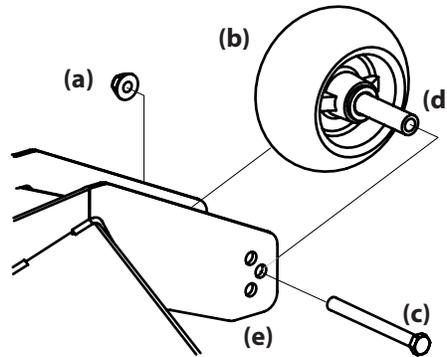

Figura 4-10
2. Retire la tuerca de seguridad (a) que fija uno de los tornillos hexagonales (c) de las ruedas de calibración delanteras (b) a la plataforma. Retire la rueda de calibración (b), el tornillo hexagonal (c) y el espaciador (d). Vea la Figura 4-10.